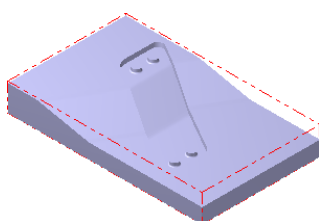

图 14.3 显示工件
Step4. 单击“机器群组属性”对话框中的  按钮，完成工件的设置。此时零件如图 14.3 所示，从图中可以观察到零件的边缘多了红色的双点画线，双点画线围成的图形即为工件。